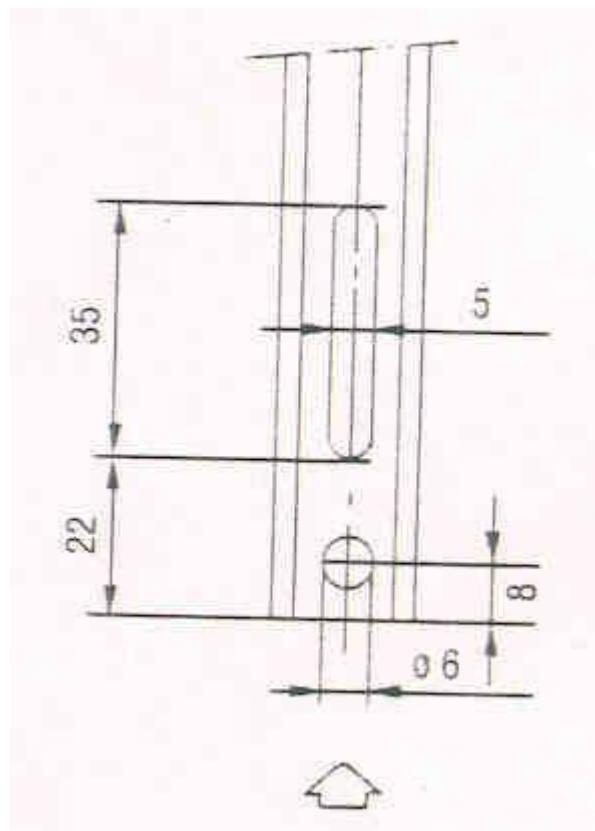

Рис.8
- 1) Проделать отверстия и прорези в тягах, как показано на рис.8